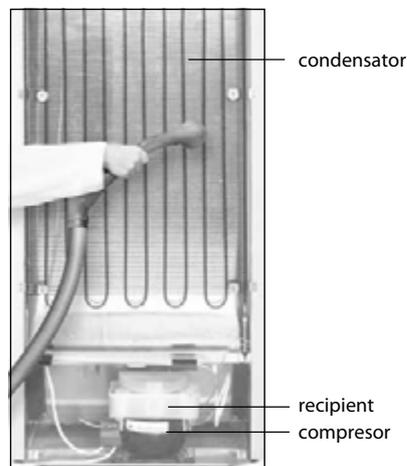

Figura 7
după cum se arată în figura 4, și printr-o gaură intră în vasul plasat pe compresor, așa cum se arată în figura 7, și se evaporă.
**ATENȚIE!! De cel puțin două ori pe an, în timpul curățirii frigiderului aspirați peretele din spate al frigiderului și condensatorul așa cum se arată în figura 7, îndepărtând aparatul de la perete.**